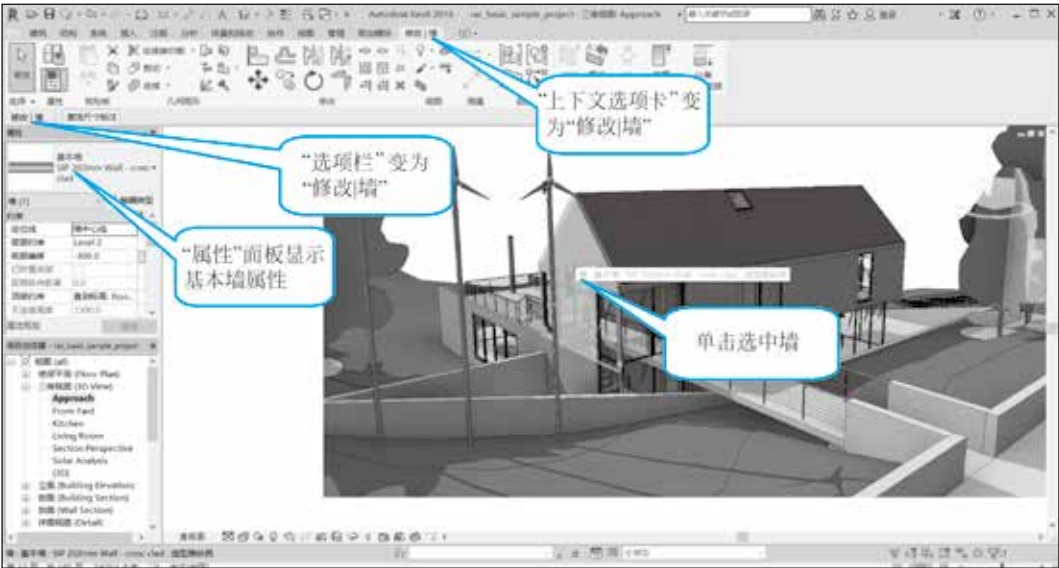

图 1.1.6 “属性”面板、“上下文选项卡”和“选项栏”
(5) 如图 1.1.6 所示，单击选中三维视图中的墙，可观察到“属性”面板中出现基本墙的属性。“上下文选项卡”和“选项栏”中出现“修改|墙”选项卡，“面板”和“工具栏”也跟着选择内容发生变化。选择“屋顶”“风车”等内容，观察“属性”面板、“上下文选项卡”和“选项栏”的变化。